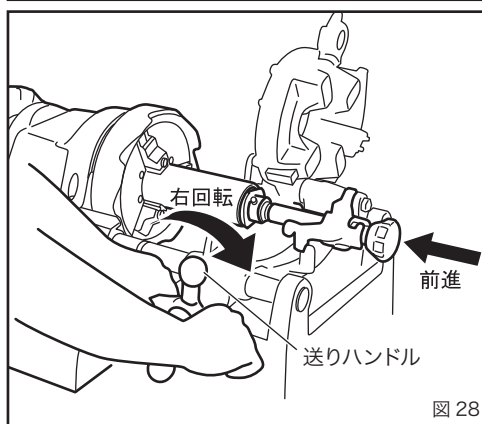

図 28
- ④スイッチを入れてパイプを回転させてから、送りハンドルでリーマをパイプに押しつけ、パイプが 1 回転以上したらリーマをパイプからはなしてください。これで面取りは完了です。(図 28)